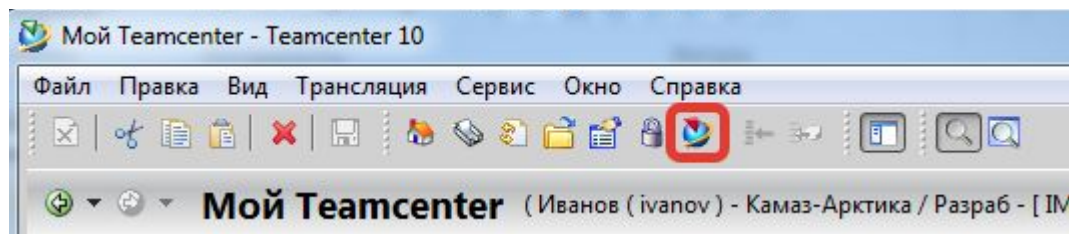

Рис. 29
3. Запустить системы NX под управлением Teamcenter с помощью кнопки **Запустить/Открыть в** (Рис.29)